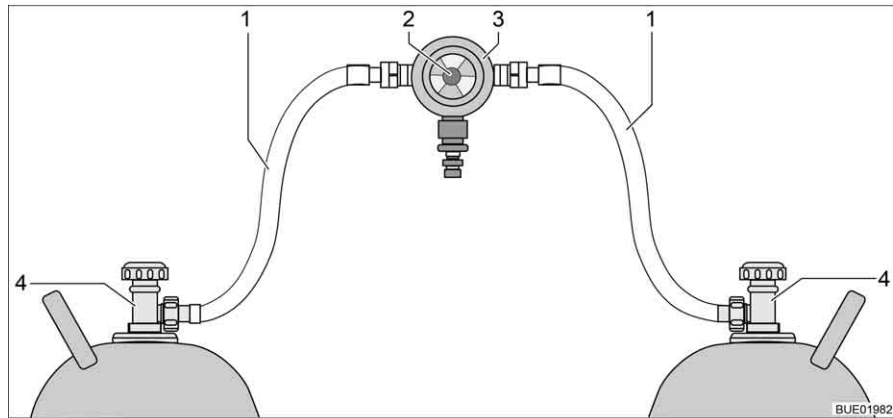
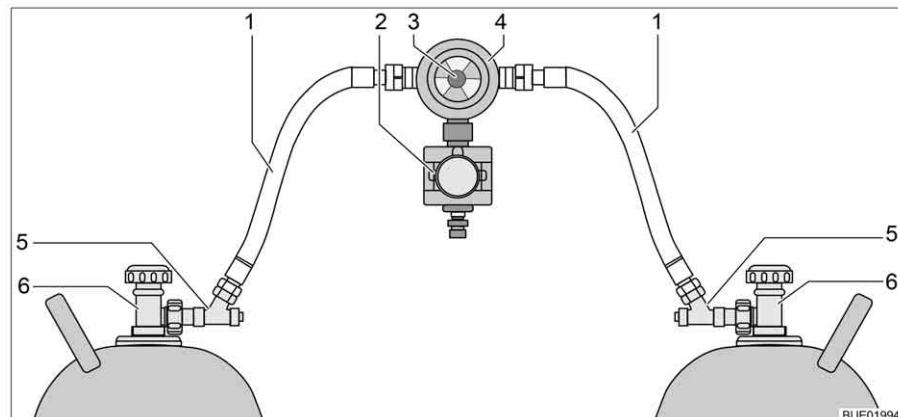

Fig. 158 Dispositif de commutation entre bouteilles de gaz
Fig. 159 Dispositif de commutation entre bouteilles de gaz avec CPU
Le dispositif de commutation entre bouteilles de gaz se compose d'un régulateur de pression du gaz combiné à une valve de commutation et indicateur (Fig. 158,3). Le dispositif de commutation entre bouteilles de gaz est monté entre les deux lyres (Fig. 158,1).
Le dispositif de commutation entre bouteilles de gaz se compose d'un régulateur de pression du gaz combiné à une valve de commutation et indicateur (Fig. 159,4) et d'une électrovanne (Fig. 159,2). L'électrovanne bloque l'arrivée du gaz au véhicule en cas de freinage brusque, d'accident ou de pente inhabituellement forte. Le dispositif de commutation entre bouteilles de gaz est monté entre les deux lyres (Fig. 159,1) avec des sécurités de rupture de tuyau (Fig. 159,5).
Le bouton rotatif (Fig. 158,2 ou Fig. 159,3), situé sur le dispositif de commutation entre bouteilles de gaz permet de définir laquelle des bouteilles de gaz est celle de service et laquelle est celle de réserve.
Seules les fonctions électriques peuvent être activées sur l'unité de commande (Fig. 160). Les robinets principaux des bouteilles de gaz (Fig. 158,4 et Fig. 159,6) doivent être ouverts ou fermés manuellement.
- Ouvrir les robinets principaux des bouteilles de gaz (Fig. 158,4 ou Fig. 159,6).
- Appuyer sur les sécurités de rupture de tuyau (Fig. 159,5) l'une après l'autre pendant 10 secondes.
- Choisir la bouteille de gaz avec le bouton rotatif (Fig. 158,2 ou Fig. 159,3) du dispositif de commutation à partir de laquelle le gaz doit être utilisé prioritairement (bouteille de service).
- Fermer les robinets principaux des bouteilles de gaz (Fig. 158,4 ou Fig. 159,6).